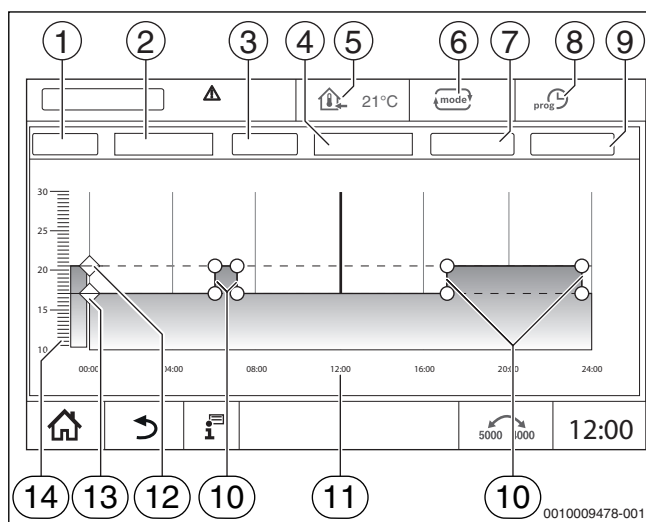

Рис. 25 Временная программа
- ▶ Коснитесь символа , удерживайте его и потяните до нужной температуры (→ рис. 25, [15], стр. 19).